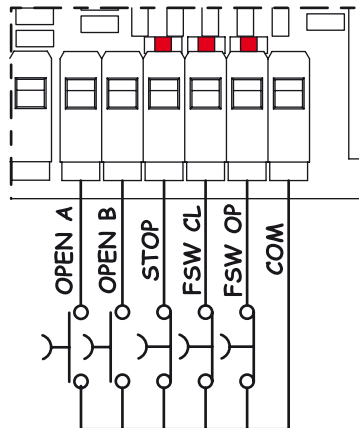

Fig. 5
5.4. MORSETTIERA CN4 (Fig. 5)	pag.4